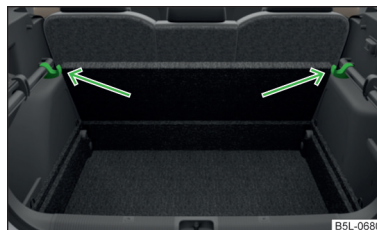

Fig. 112
- Sprijiniți podeaua variabilă de cârligele rabatate în jos » fig. 112.